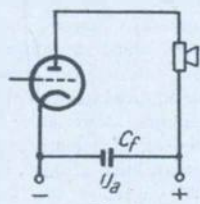

Fig. 1
1. Ieșirea directă — se folosește în receptoare puțin pretentioase, avînd avantajul simplității și deci al economiei (fig. 1). Schema are multe dezavantaje, dintre care cităm cîteva. În cazul difuzoarelor cu rezistență mică (electrodinamice) ieșirea directă nu poate fi folosită, deoarece rezistența de sarcină este mult mai mică decît rezistența internă a tubului și etajul în loc să amplifice va atenua, puterea uită devenind foarte mică. Această schemă de ieșire poate fi utilizată numai în cazul difuzoarelor cu rezistență mare (4000—5000 ohmi) sau a căștilor. Treccrea componentei continue a curentului anodic prin difuzor sau căscă nu e admisibilă, putînd provoca demagnetizarea acestora în cazul în care senzul curentului nu e cel indicat de fabricant. De asemenea, schema prezentată oferă dezavantajul aplicării plusului tensiunii anodice la căscă sau difuzor ceea ce, în cazul unei izolări defectuoase, poate duce la electrocutări.